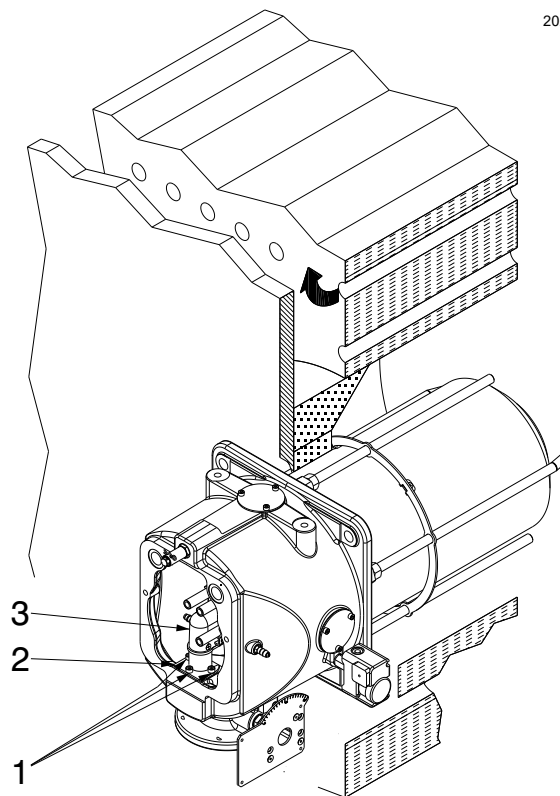

Abb. 18
- Die Muttern 1) (Abb. 18) lockern;
An dieser Stelle der Installation ist der Flammkopf am Kessel wie in Abb. 18 auf Seite 22 angebracht. Seine Einstellung ist somit äußerst einfach, die allein von der maximalen Leistung des Brenners abhängig ist.